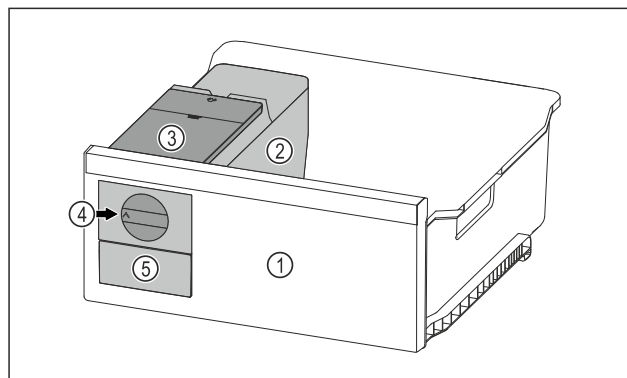

Fig. 150 Vejledende illustration
- ▶ Drej drejeknappen Fig. 150 (4) med uret indtil anslaget.
- ▶ Isterninger falder ud af isterningebakken og ned i isterningseskuffen Fig. 150 (5).